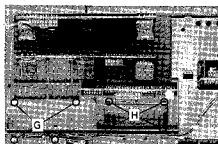

Fig. 2.7
2.7 Dépose des instruments (fig. 2.7)